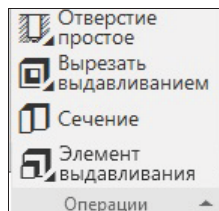

Рис. 25.7. Панель
- ◆ Панель инструментов **Операции** (рис. 25.7) — содержит команды группы вырезания и выдавливания, группы создания отверстий;